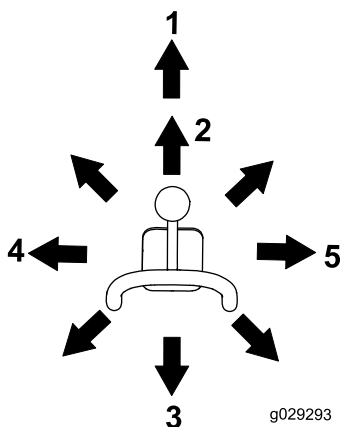

Figura 11
- Para inclinar el accesorio hacia adelante, mueva lentamente la palanca a la derecha (Figura 11).
- Para inclinar el accesorio hacia atrás, mueva lentamente la palanca a la izquierda (Figura 11).
- Para bajar los brazos de carga, mueva lentamente la palanca hacia adelante (Figura 11).
- Para elevar los brazos de carga, mueva lentamente la palanca hacia atrás (Figura 11).
- Para bajar los brazos de carga a la posición de flotación, mueva la palanca hacia adelante del todo (Figura 11).